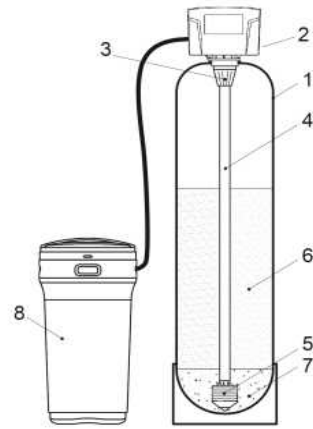

Рис. 1
7.1 Системы «WiseWater» (Рис.1) состоят из: